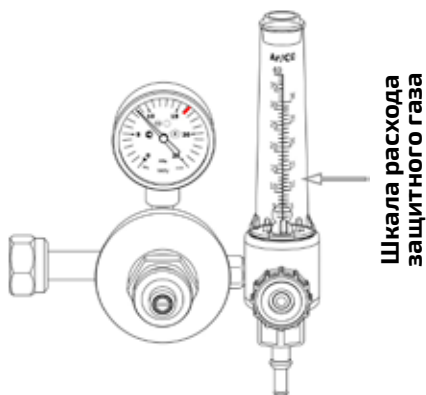

Рис. 8.0.4. Расход защитного газа.
4. С помощью регулятора (см. рис. 8.0.4) установите необходимый расход защитного газа (от 4 до 25 л/мин в зависимости от выполняемых задач (см. табл. 9.10.3).